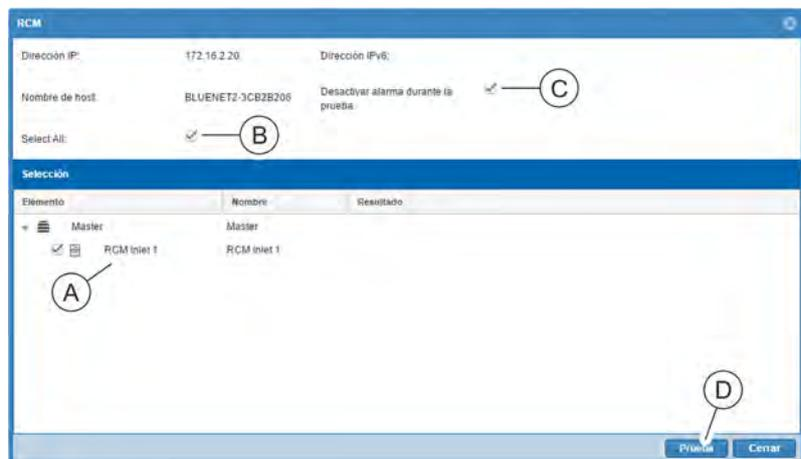

Fig. 107: Ventana "RCM"
3. ▶ Seleccione cada uno de los RCM que haya que comprobar (Fig. 107/A).
Como alternativa, seleccione todos los RCM disponibles con la casilla de verificación "Seleccionar todo" (Fig. 107/ⓐ).
4. ▶ En caso necesario, anule la selección de la casilla de verificación "Desactivar alarma durante la prueba" (Fig. 107/©) para activar la emisión de secuencias de señales durante la prueba.
5. ▶ En la ventana "RCM", haga clic en el botón "Prueba" (Fig. 107/ⓓ).